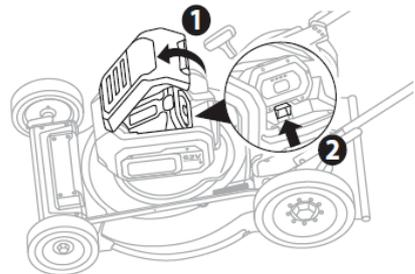

Рис. 8
1. Поднимите и удерживайте дверцу аккумуляторного отсека (1) (Рис. 8).
2. Нажмите на защелку для освобождения аккумулятора (2) (Рис. 8). Батарея должна автоматически выйти из фиксированного положения.